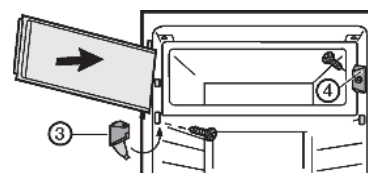

Fig. 4
- ▶ Monter l'élément de fermeture Fig. 4 (4).
- ▶ Monter le support d'appui Fig. 4 (3) et fermer le cache.